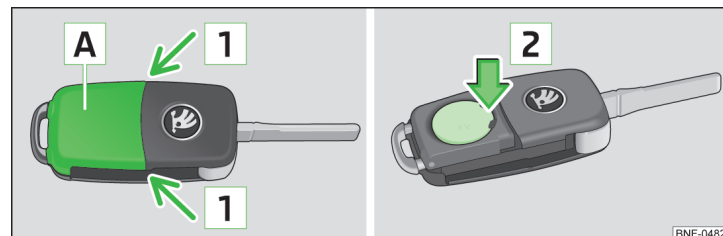

Bild 119 Ta av locket/ta ut batteriet
- Tryck av batterilocket **A** » bild 119 med tummen eller med hjälp en platt skruvmejsel i området vid pilen **1**.